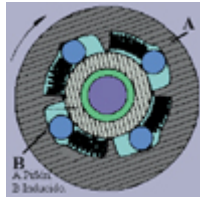

Fig. 16
- Cuando el arranque del motor térmico se ha producido, la corona del mismo, al aumentar la velocidad, arrastraría al inducido a velocidades excesivas que ocasionarían su destrucción. Efecto que se anula al entrar en funcionamiento el sistema de rueda libre, que consiste en desenclavar los rodillos (fig. 16).